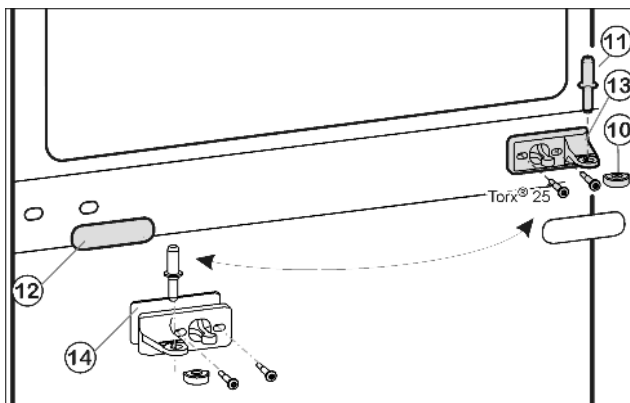
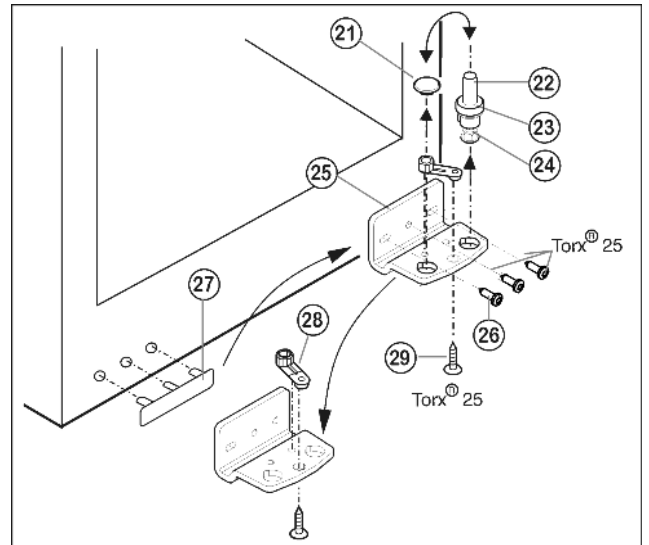

Fig. 5
Fig. 6
- ▶ Prostřední ložiskový čep Fig. 5 (11) vytáhněte ze stojanu ložiska a spodních dveří.
- ▶ Plastovou čepičku Fig. 5 (10) stáhněte.
- ▶ Stojan ložiska uprostřed Fig. 5 (13) odšroubujte (2 krát Torx® 25).
- ▶ Krytku Fig. 5 (12) opatrně stáhněte.
- ▶ Prostřední stojan ložiska Fig. 5 (13) s podložkou Fig. 5 (14) přišroubujte otočený o 180° na novou stranu závěsu (s 4 Nm).
- ▶ Krytku Fig. 5 (12) otočenou o 180° zasuňte na nové straně madla.
- ▶ Ložiskový čep Fig. 6 (22) včetně podložky Fig. 6 (23) a seřizovací nožky Fig. 6 (24) vytáhněte nahoru.
- ▶ Zátku Fig. 6 (21) odstraňte.
- ▶ Stojan ložiska Fig. 6 (25) odšroubujte Fig. 6 (26).
- ▶ Ložiskový díl Fig. 6 (28) odšroubujte Fig. 6 (29) a přemístěte jej do protilehlého upínacího otvoru stojanu ložiska, pak ho znovu pevně přišroubujte.
- ▶ Krytku na straně madla Fig. 6 (27) opatrně vytáhněte a přemístěte na druhou stranu.
- ▶ Stojan ložiska Fig. 6 (25) na nové straně závěsu zase přišroubujte příp. pomocí akumulátorového šroubováku (momentem 4 Nm).
- ▶ Zátku Fig. 6 (21) zase vložte do druhé díry.
- ▶ Ložiskový čep Fig. 6 (22) včetně podložky a seřizovací nožky zase nasadte. Přitom dávejte pozor, aby zajišťovací vačka směřovala dozadu.
- ▶ Spodní dveře nasadte shora na spodní ložiskový čep *Fig. 6 (22)*.
- ▶ Plastovou krytku *Fig. 5 (10)* nasadte zase na prostřední stojan ložiska *Fig. 5 (13)*.
- ▶ Prostřední ložiskový čep *Fig. 5 (11)* vložte přes prostřední pouzdro ložiska *Fig. 5 (13)* do spodních dvíř na nové straně závěsu.
- ▶ Horní dvířka usadte na prostředním ložiskovém čepu *Fig. 5 (11)*.
- ▶ Dveře případně pomocí obou podélných děr ve spodním stojanu ložiska *Fig. 6 (25)* a v prostředním stojanu ložiska *Fig. 5 (13)* vyrovnajte tak, aby lícovaly. Vyšroubujte prostřední šroub na stojanu ložiska dole *Fig. 6 (25)*.